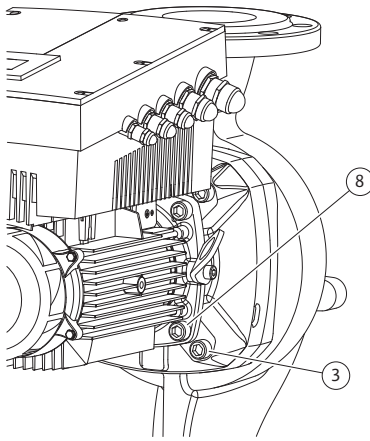

Fig. 47: Optionale Befestigung des Einstecksatzes
11. Die Schrauben (Fig. 7, Pos. 3) lösen und entfernen. Je nach Pumpentypen sind die äußeren Schrauben (Fig. 47, Pos. 3) zu nehmen. Der Einstecksatz (siehe Fig. 13) bleibt nach dem Entfernen der Schrauben sicher im Pumpengehäuse, es besteht auch bei horizontaler Lage der Motorwelle keine Kippgefahr.
16. Je nach Pumpentyp die Schrauben (Fig. 7, Pos. 10) oder alternativ die Schrauben (Fig. 47, Pos. 8) lösen.
22. Die Laterne vorsichtig über die Welle schieben und in der alten bzw. einer anderen gewünschten winkligen Lage zum Motorflansch positionieren. Dabei zulässige Einbaulagen der Komponenten beachten (siehe Kapitel 7.1 „Zulässige Einbaulagen und Änderung der Komponentenanzordnung vor der Installation“ auf Seite 19). Laterne mit den Schrauben (Fig. 7, Pos. 10) oder – bei den Pumpentypen/Laternentypen nach (Fig. 47) – mit den Schrauben (Fig. 47, Pos. 8) am Motorflansch befestigen.